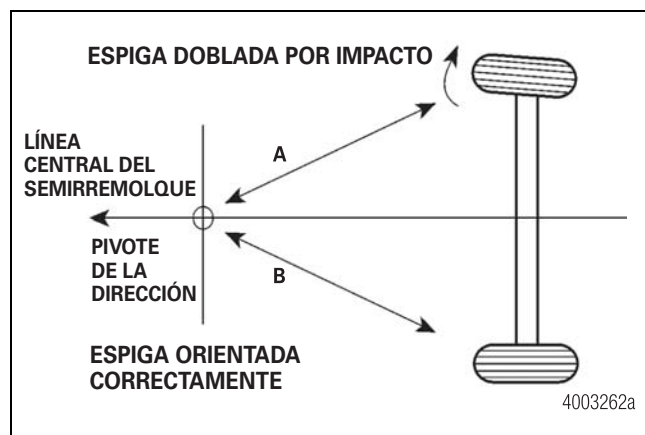

Figura 8.18
- En la Figura 8.18 se muestra un semirremolque al cual se le dobló la espiga delantera por el lado de la acera y produjo una condición excesiva de convergencia negativa. Si este eje doblado se orienta de modo que las dimensiones "A" y "B" sean equivalentes: